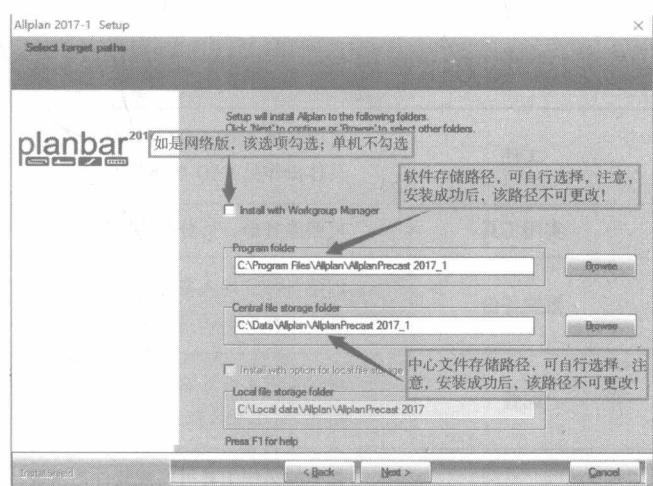

图 2-10
(5) 弹出如图 2-10 所示的对话框, 按图 2-10 进行设置并单击【Next】按钮。